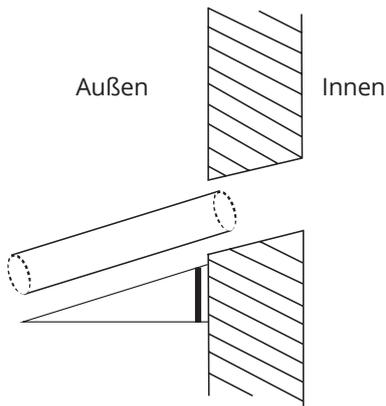

Abb. 6.4
- Öffnen Sie mit einem 65-mm-Bohrer ein Loch an der Wand. Stellen Sie sicher, dass das Loch in einem kleinen Winkel nach unten geöffnet ist, sodass die Außenkante des Lochs um etwa 12 mm (0,5 ") unter der Innenkante liegt. Dies gewährleistet einen ordnungsgemäßen Ablauf des Wassers (Siehe Abb. 6.4). Installieren Sie den Lochschutz an der Wand zum Schutz und zur besseren Abdichtung nach Abschluss der Installation.